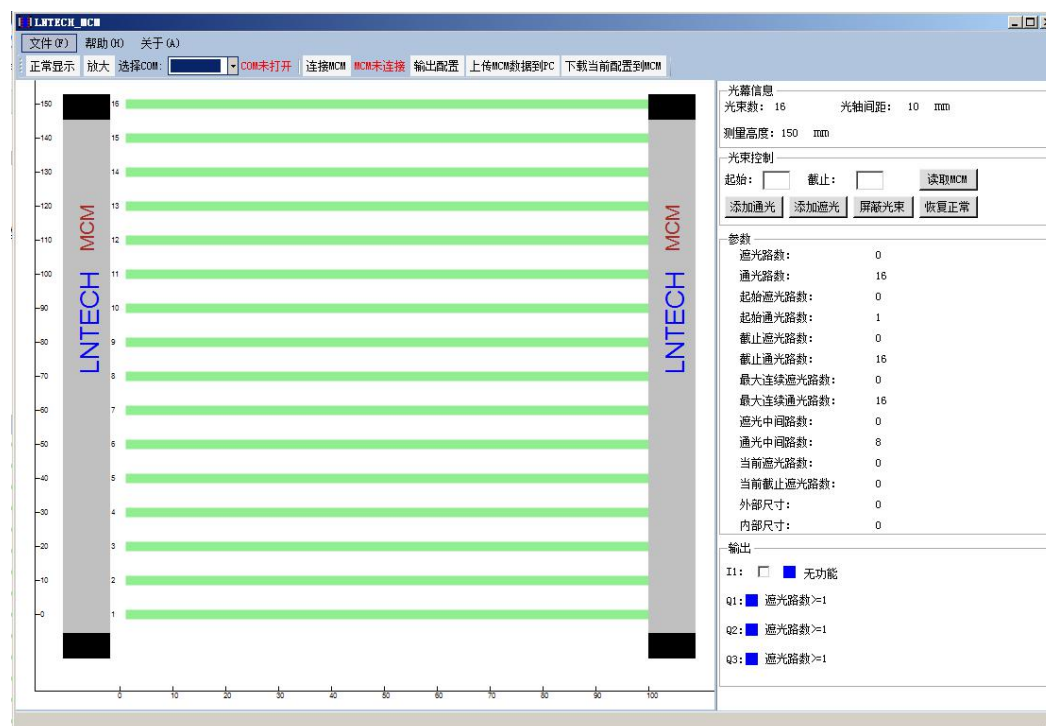

图 9-15 软件默认界面
- 4、如图 9-15 菜单栏所示，找到“选择 COM”并选择本光栅对应 COM 口，此时，菜单栏界面由“COM 未打开”变为“COM 已打开”。
- 5、如图 9-15 菜单栏所示，单击“连接 MCM”按钮，弹出连接 MCM 对话框，等待完成连接。